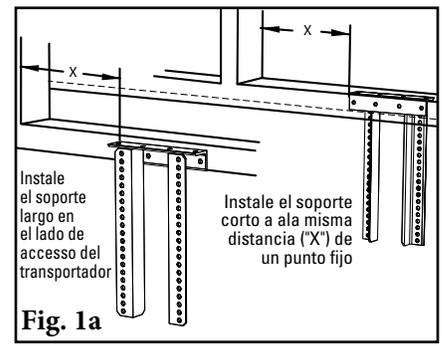

Fig. 1a
- 1a. **Instale los soportes de montaje.** Coloque el soporte de montaje largo en la estructura en el lado del transportador donde instalará y dará servicio al limpiador. Con el soporte largo instalado, tome la medida "X" desde un punto fijo en la estructura hasta el soporte de montaje y transfiera al lado opuesto de la estructura; coloque el soporte de montaje corto en su lugar (Fig. 1a).
- 1a. **Instale los soportes de montaje.** Coloque un soporte de montaje largo en la estructura en el lado del transportador donde instalará y dará servicio al limpiador. Con el soporte instalado tome la medida "X" desde un punto fijo en la estructura al soporte de montaje y transfiera al lado opuesto de la estructura; coloque el otro soporte de montaje en esta ubicación (Fig. 1a).